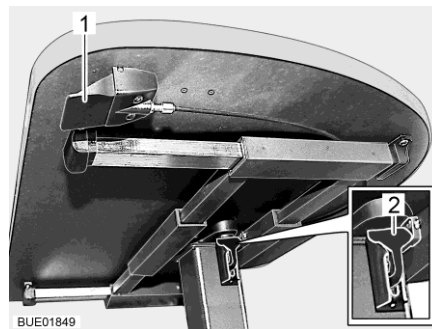

Bild 93 Hubtisch mit Entriegelungstaste
- Verriegelungshebel (Bild 93,2) nach unten ziehen oder drücken.
- Verriegelungshebel (Bild 93,2) nach oben drücken.
- Entriegelungstaste (Bild 93,1) drücken und gedrückt halten. Die Tischplatte fährt selbsttätig bis zum Endanschlag nach oben.
- Entriegelungstaste (Bild 93,1) loslassen. Die Tischplatte bleibt in der gewählten Position stehen.
- Entriegelungstaste (Bild 93,1) drücken und gedrückt halten.
- Entriegelungstaste (Bild 93,1) loslassen. Die Tischplatte bleibt in der untersten Position stehen.